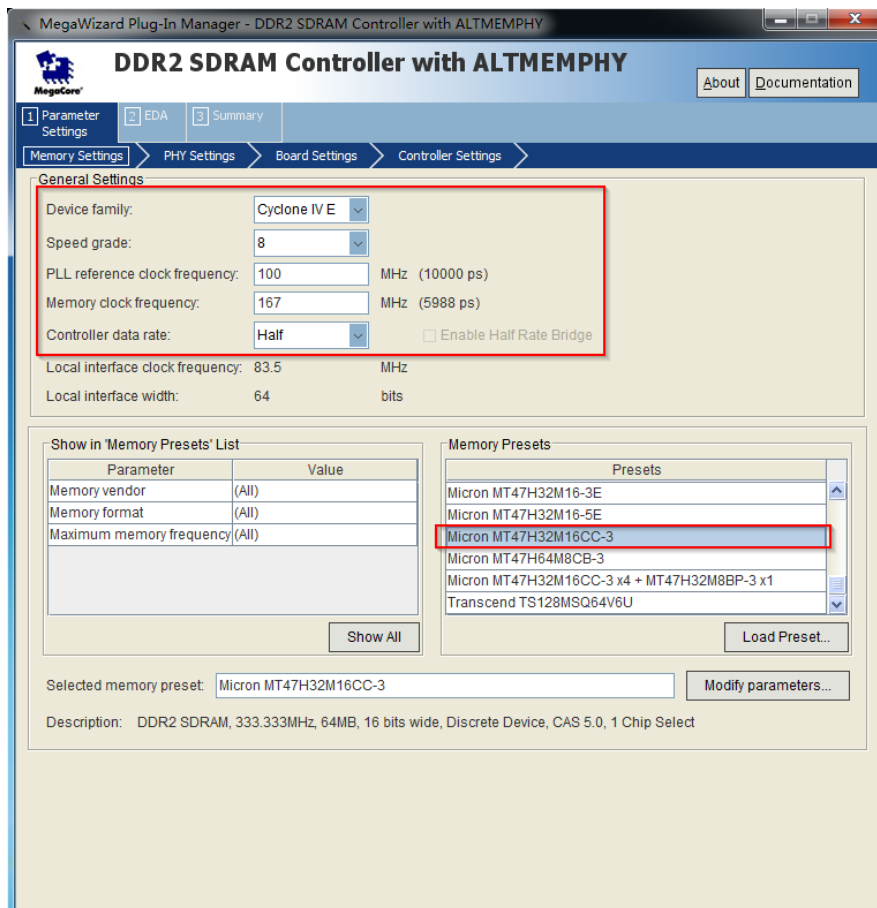

图 10 DDR2 存储器参数配置
④ 进入配置页面后，首先是“Parameter Settings → Memory Settings”选项卡，如图 10 进行设置。